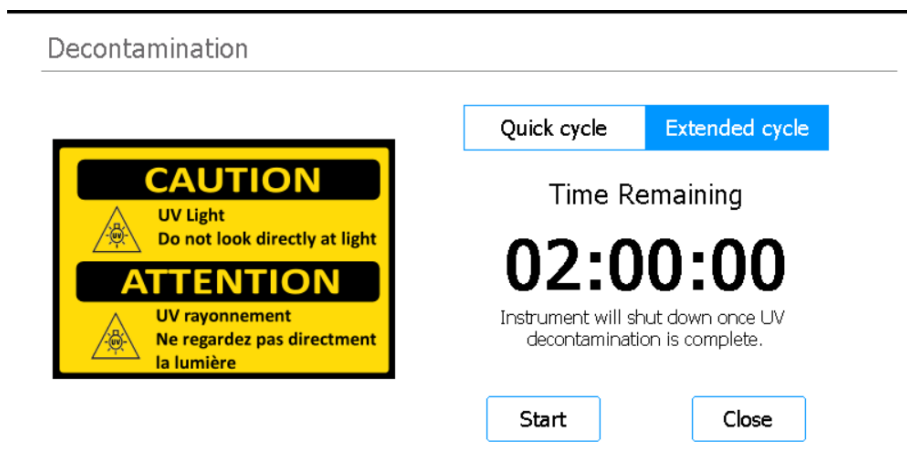

Figura 22 Ecranul Decontamination cu opțiunea Extended cycle selectată
- 3 În partea de sus a ecranului, selectați **Extended cycle**, așa cum se arată în Figura 22